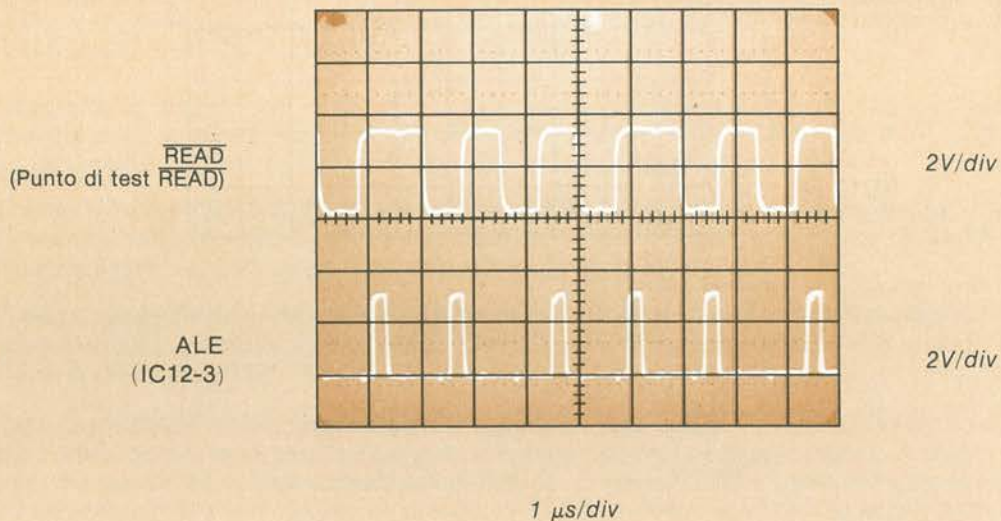

Figura 10-8. Quando il segnale  $\overline{READ}$  è alto e ALE è basso, la linea AD0 non contiene segnali logici significativi
- J) Osservate che ci sono dei casi in cui  $\overline{READ}$  è alto e ALE è basso (Figura 10-8). Quando questo si verifica vuol dire che il bus dei dati/indirizzi non è utilizzato e può perciò trovarsi in uno stato ad alta impedenza. Si spiega in questo modo perché alcune parti della forma d'onda di AD0 non si trovano a livelli logici validi.